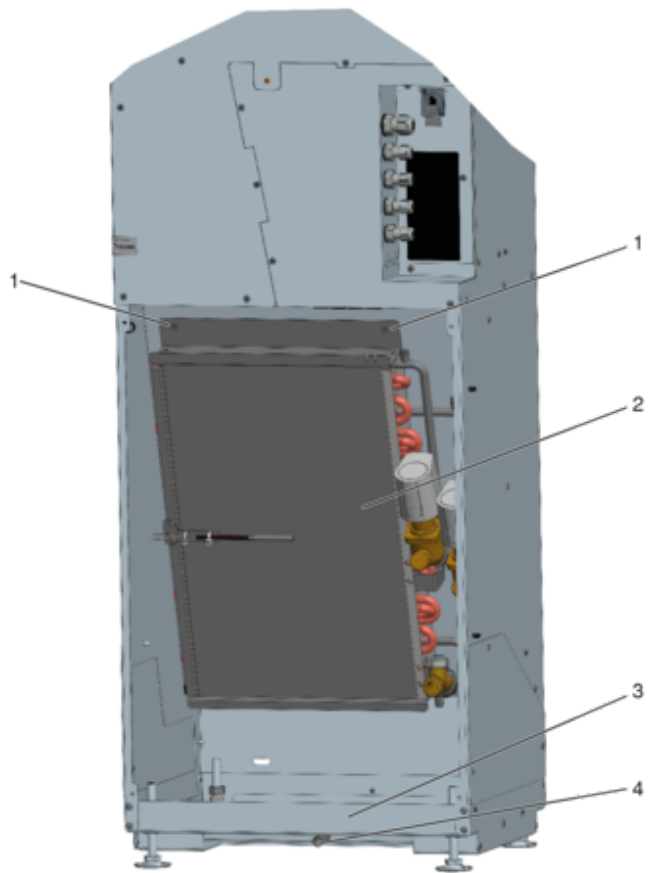

Abb. 39: Wärmeübertrager ROOMAIR-V-ZAB/SEK
Wärmeübertrager (Abb. 39 /2) durch lösen der beiden Kreuzschlitzschrauben (Abb. 39 /1) lösen und nach oben aus dem Gerät ziehen.
7. ▶ ■ Die Kondensatwanne (Abb. 39 /3) mit handelsüblichen Reinigungs- oder Desinfektionsmitteln reinigen.
- Kondensatablauf (Abb. 39 /4) (optional) auf freien Ablauf prüfen.